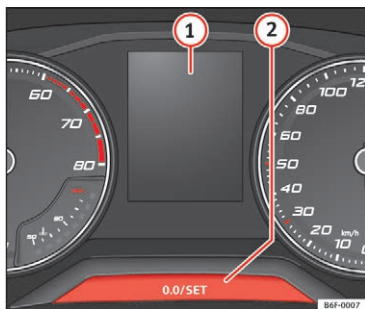

Fig. 48 Kombiinstrument
Serviceindikatoren bliver vist i kombiinstrumentets display »» Fig. 48 ①.